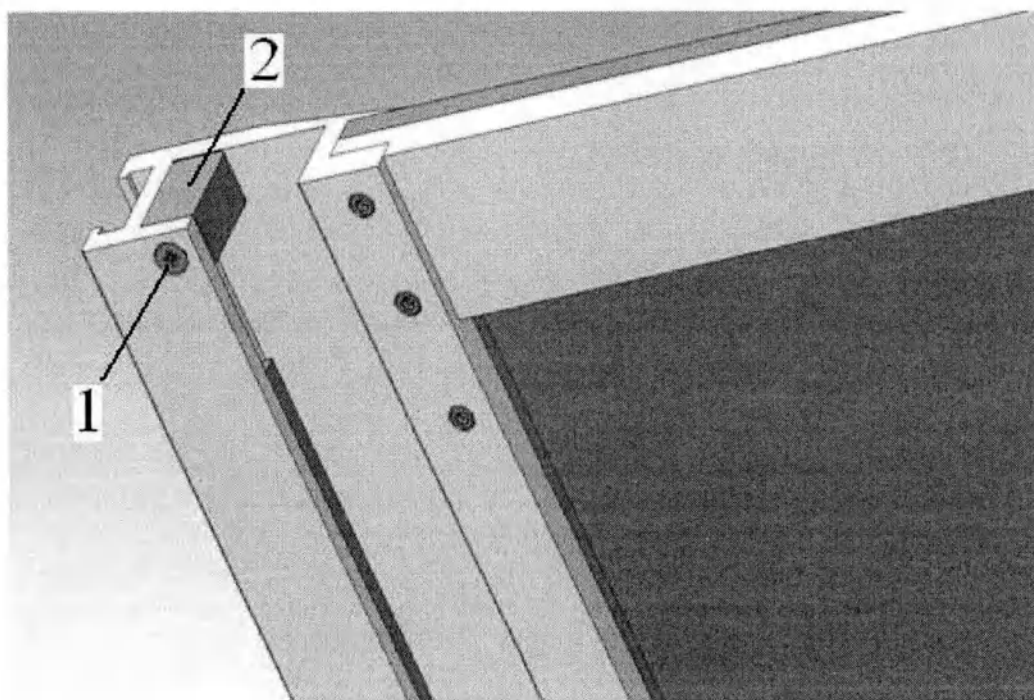

Рисунок 3.1 – Схема расположения упора на деки стола
- на деке стола (рисунок 3.1) открутить винт 1 и удалить упор 2;
- установить (рисунок 3.1) упор 2 и закрутить винт 1.